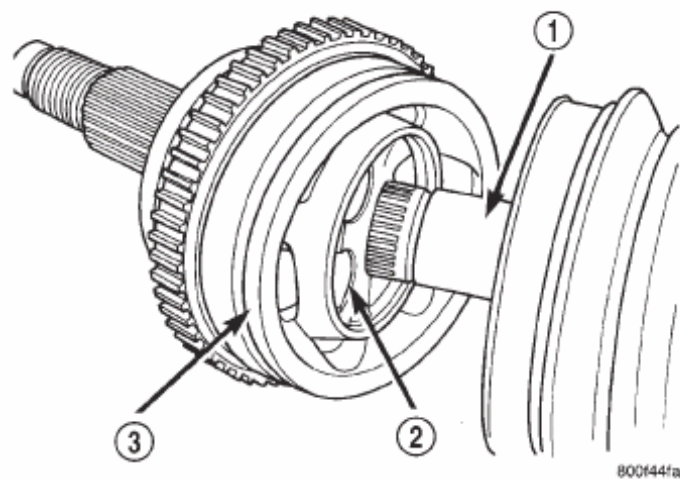

Fig. 46 Junta homocinética externa correctamente instalada en el eje de interconexión
(4) El conjunto de junta homocinética externa debe instalarse en el eje de interconexión hasta que la cruceta del conjunto de junta homocinética quede asentado contra el anillo del eje de interconexión (Fig. 46).